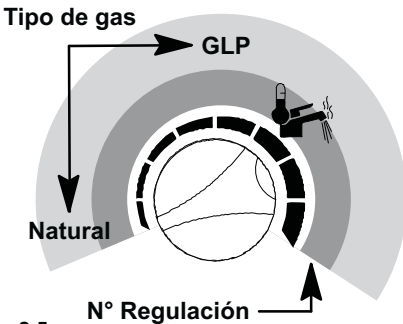

Fig. 8.5
- Para mostrar la configuración determinada, mantener pulsando el botón de restablecimiento 12 durante 5 segundos aproximadamente. Los indicadores luminosos de señalación 9 parpadearán un número de veces igual a la configuración (en Fig. 8.5, por ejemplo, parpadearán 1 vez).